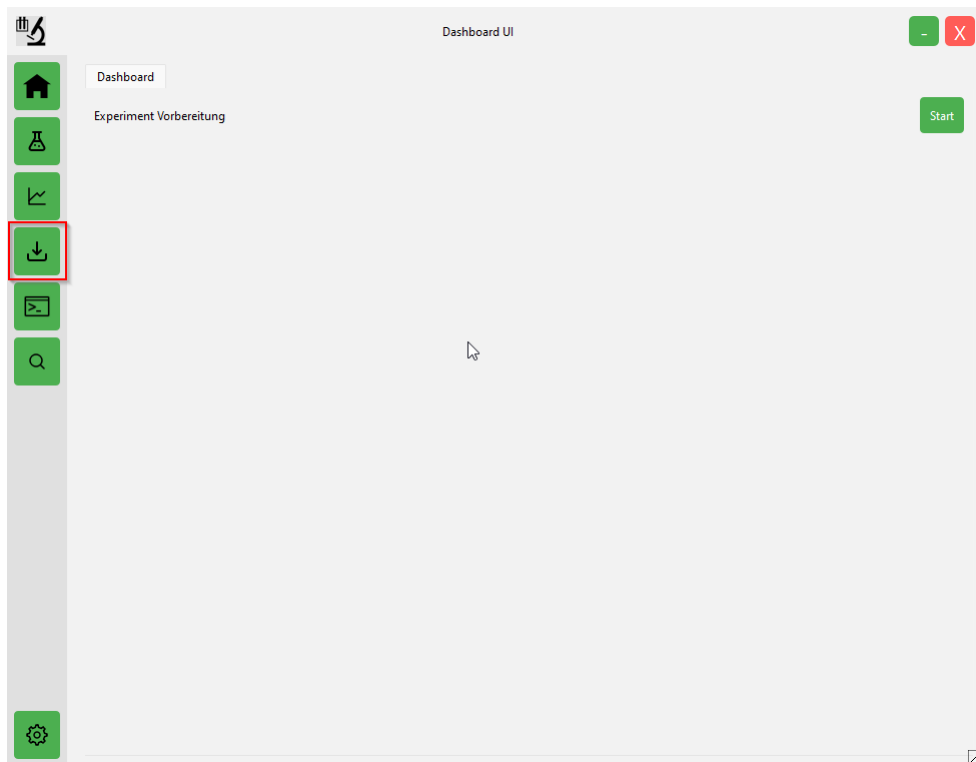

Abbildung 3.1: Import Plasmid Navigation
1. **Navigieren Sie zum Import-Bereich:** Wählen Sie im linken Menü der Anwendung das Symbol mit dem nach unten zeigenden Pfeil aus. Dies ist der Bereich für den Import von Dateien. S. Abb. 3.1